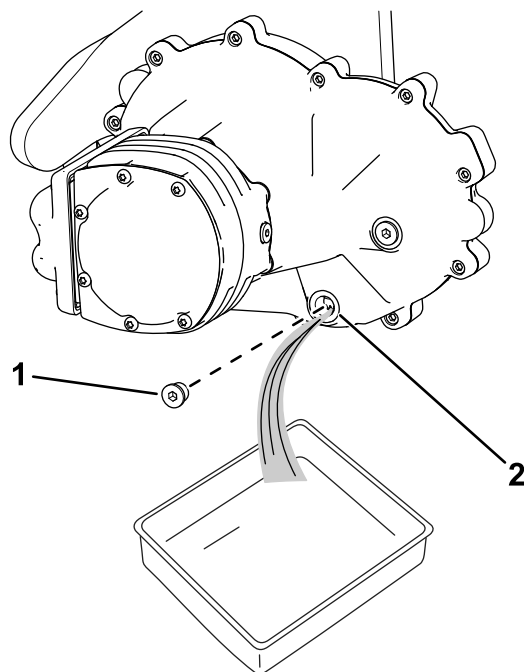

図 11
1. ホイールモーターアセンブリ下にオイルを受ける容器を置く図 11。
2. ドレンポートからプラグを外す図 11。
5. ドレンポートにドレンプラグを取り付ける 図 11。